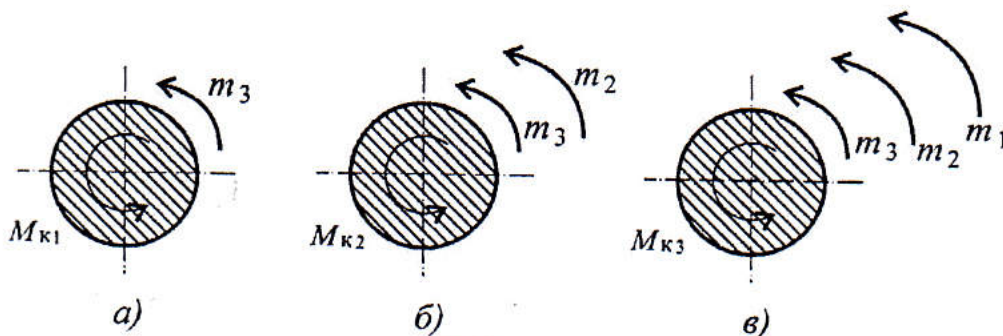

Рис. 33
1. Пользуясь методом сечений, определяем крутящие моменты на участках вала (рис. 33).
Сечение 1 (рис. 33 а): $M_{к1} = m_3 = 400 \text{ Н·м}$.
Сечение 2 (рис. 33 б): $M_{к2} = m_3 + m_2 = 800 \text{ Н·м}$.
Сечение 3 (рис. 33 в): $M_{к3} = m_3 + m_2 + m_1 = 1000 \text{ Н·м}$.
Максимальное значение крутящего момента на валу в этом случае 1000 Н·м (рис. 33).